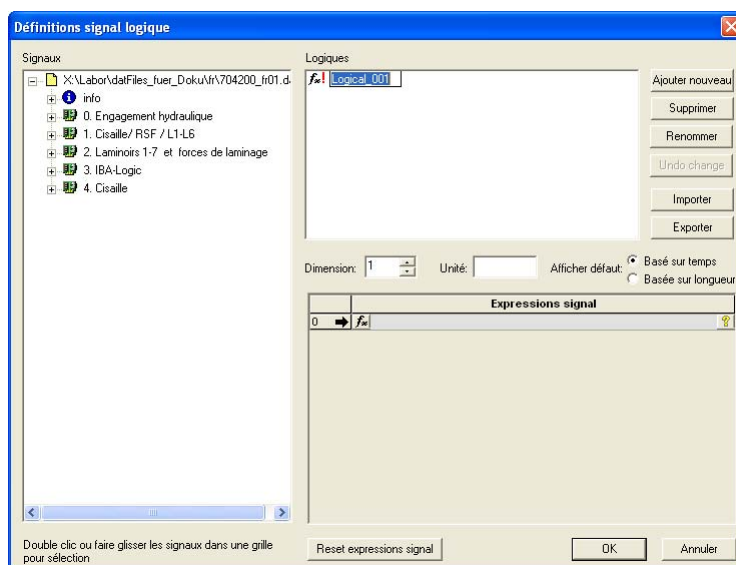

Fig.82 Définitions de signal logiques, fenêtre de dialogue
Le champ, en haut à droite, montre les signaux logiques déjà générés (un signal standard encore vierge à la Fig.82).
- 1 Ouvrez le dialogue pour les définitions de signal logiques. Le signal standard "Logical001" est proposé (cf. Fig.82).